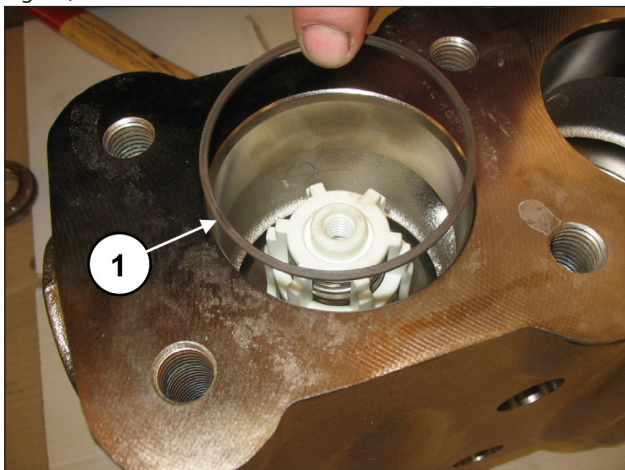

Fig. 99
Insérer la bague anti-extrusion, rep. vue éclatée 16 (rep. ①, Fig. 99).